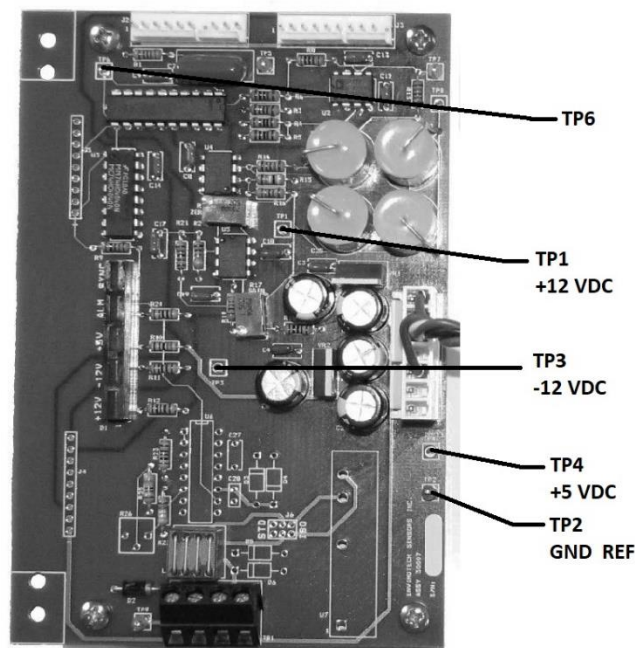

Figura 5.3.2-1 Puntos de prueba para diagnóstico del Procesador de Señal
- Recambio: Instalar y apretar los 2 tornillos que unen la nueva Fuente de Alimentación AC a la placa base. Conectar el conector blanco de 7 pines al J1 del Procesador de Señal PCB. Reinstalar la placa base en la caja y apretar los 4 tornillos de las esquinas. Reconectar el cable de tierra verde/amarillo desde el remache de tierra de la Caja Principal al remache de tierra de la placa base. Reconectar la entrada de alimentación AC según la Figura 5.3.2-2 y A1 según sea necesario. Reconectar los cables de señal de usuario según se especifica en la Sección 2.4.